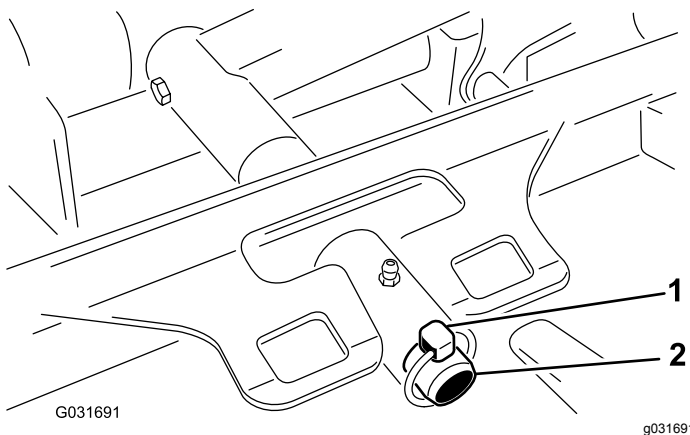

Bild 81
3. Entfernen Sie den Klappstecker, mit dem der Mähwerk Trägerrahmen am Gelenkstift des Hubgestänges befestigt ist (Bild 81).
3. Schieben Sie den Mähwerkträgerrahmen auf den Lagerbolzen des Hubarms und befestigen Sie ihn mit dem Klappstecker (Bild 81).